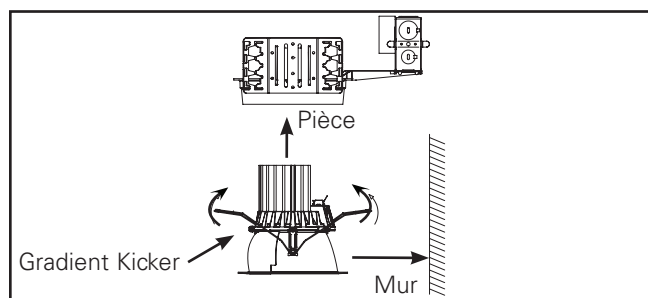

Figure 11.
- Pour l'option de projecteur mural installez l'assemblage de la garniture avec le réflecteur à tablier en face du mur à éclairer. (Figure 11).